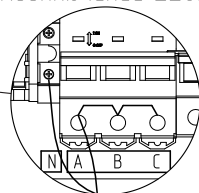

Рис.3 Схема подключения миникотельной
- Открыть кожух (3), предварительно выкрутив четыре винта крепления кожуха;
- Подключить миникотельную, к трехфазной сети переменного тока 380 В, 50 Гц, для этого присоединить рабочий нулевой провод на клемму нейтраль (N) миникотельной, фазные провода на клеммы А, В, С колодок. Защитный нулевой провод (РЕ) подключить на болт «ЗАЗЕМЛЕНИЕ» см. Рис.3;
- При питании миникотельной от однофазной сети переменного тока 220 В, 50 Гц, присоединить рабочий нулевой провод на клемму нейтраль (N) миникотельной, а фазный на клеммы А, В, С колодки, защитный нулевой провод (РЕ) должен подключаться к клемме «ЗАЗЕМЛЕНИЕ» см. Рис.3. Для соединения клемм А, В, С колодки в комплекте имеется специальная перемычка (GTM Classic